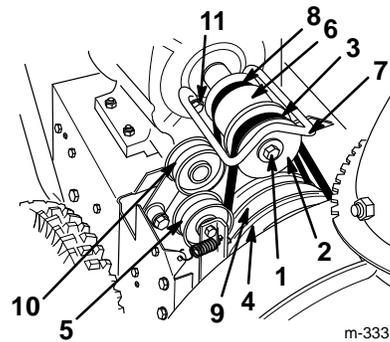

Abbildung 28
Wenn der Radantriebsriemen (Abb. 28) abgenutzt, ölgetränkt oder sonstwie beschädigt ist, muß er ausgetauscht werden. Neue Riemen sind beim Vertragshändler erhältlich.
5. Zwei Schrauben, zwei Unterlegscheiben und zwei Sicherungsscheiben entfernen, mit denen die Riemenführung befestigt ist (Abb. 28).
6. Motorkurbelwellenschraube, Sicherungsscheibe und Unterlegscheibe entfernen (Abb. 28).
7. Die Motorscheibe lösen und entfernen (Abb. 28).
9. Die mittlere Motorrolle entfernen (Abb. 28).
10. Den Radantriebsriemen von der Radantriebsriemenscheibe und der Motorkurbelwelle entfernen (Abb. 28).
11. Die Radantriebsführungsrolle nach außen ziehen und den neuen Radantriebsriemen anbringen (Abb. 28).
13. Die Führungsrolle nach außen ziehen und den Antriebsriemen für Spindel/Gebläserad vorne um die Motorscheibe legen. Dabei darauf achten, daß sich der Riemen an der Innenseite von Führungsrolle und Riemenführung befindet (Abb. 28).
Wenn der Antriebsriemen für Spindel/Gebläserad (Abb. 28) abgenutzt, ölgetränkt oder sonstwie beschädigt ist, muß er ausgetauscht werden.
8. Den Antriebsriemen für Spindel/Gebläserad von der mittleren Motorscheibe und der großen Spindel-/Gebläseradscheibe abnehmen (Abb. 28).
9. Die Führungsrolle nach außen ziehen und den neuen Riemen über der großen Riemenscheibe der Spindel/des Gebläserads anbringen (Abb. 28).
10. Den Riemen vor die mittlere Motorscheibe legen. Dabei darauf achten, daß sich der Riemen an der Innenseite der Führungsrolle und der Riemenführung befindet (Abb. 28).